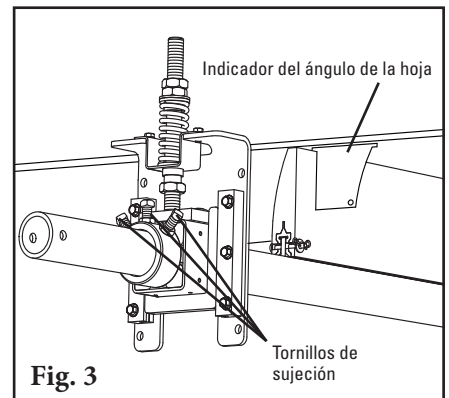

Fig. 3
3. **Quite y guarde el soporte de sombrero superior y sus accesorios** (Fig. 3).
(Si no bajó ni quitó el eje, pase al Paso 4) Centre el eje/hojas en la banda. Utilizando el calibrador de hoja, alinee la hoja de manera que la parte superior del calibrador esté alineada con la banda (Fig. 3). Apriete los tres tornillos de sujeción en cada tensor para bloquear el eje en su lugar. La mejor práctica es apretar primero el perno del medio antes de apretar los pernos externos para asegurarse de que todo esté seguro (Fig. 3).